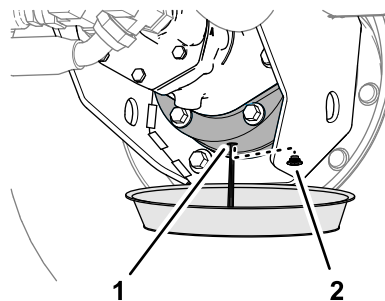

Figura 95
6. Amplasai o tavă de golire sub carcasa frânei, îndepărtați buonul de golire i lăsați lubrifiantul să se scurgă complet (**Figura 95**).